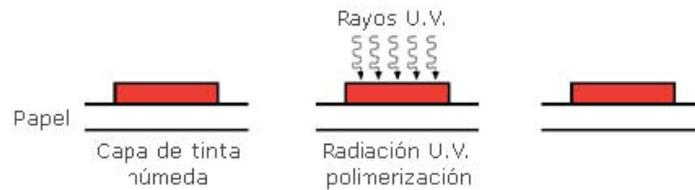

Fig. 16: proceso de secado de tintas por radiación ultravioleta.
- Secado por **ultravioleta**. Se aplica la tinta y, rápidamente, la radiación ultravioleta realiza el secado, dejando la tinta endurecida en décimas de segundo (fig. 16). Se utiliza principalmente en **cartón**.